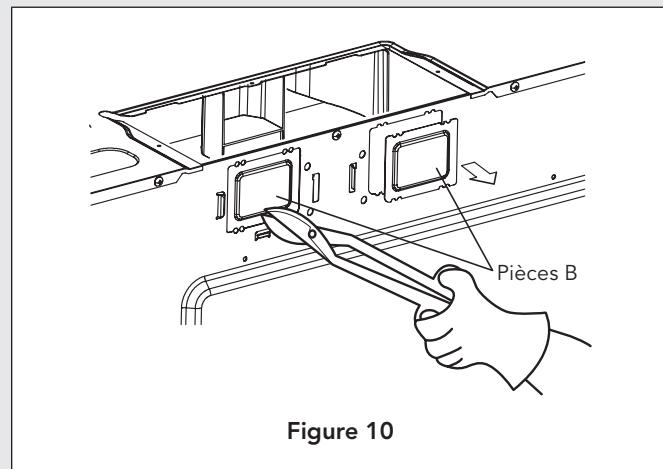

Figure 10
- Utilisez une pince coupante diagonale ou une cisaille à tôle pour découper et retirer les pièces B de la plaque arrière. Faites attention de ne pas déformer la plaque. Voir la Figure 10.